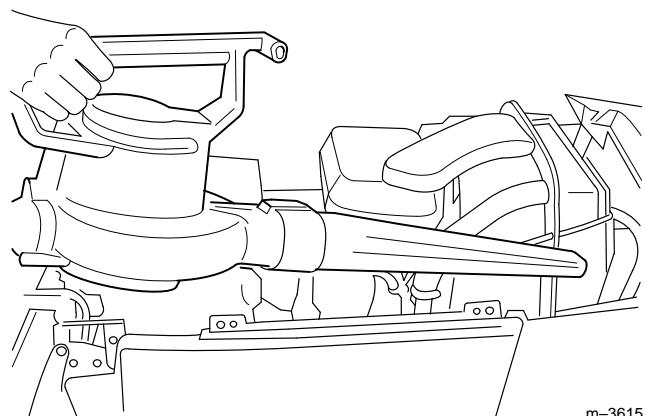

Abbildung 10
**Wichtig:** **Es ist vorzuziehen, Schmutz herauszublasen (Abb. 10) anstatt abzuwaschen. Wenn Wasser verwendet wird, das Wasser von elektrischen Komponenten fern halten.**